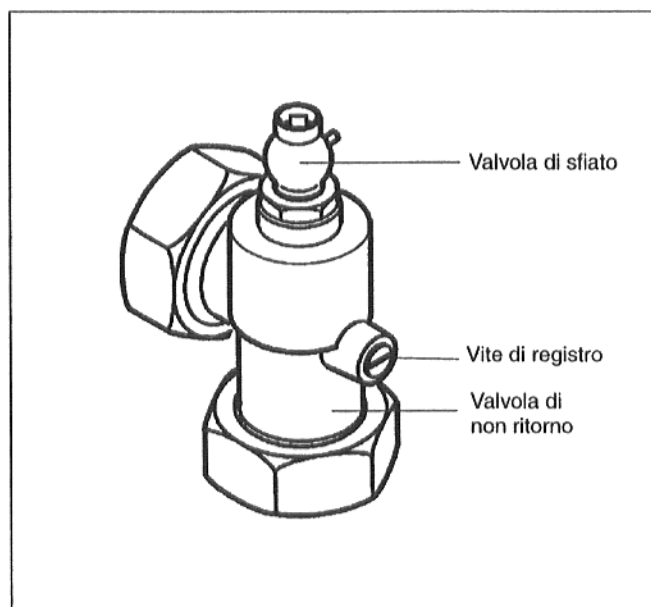

Fig. 11 Valvola di non ritorno con valvola di sfiato
- Portare in posizione verticale (sempre aperta) l'intaglio della vite di registro della valvola di non ritorno (Fig. 11).
- Aprire la valvola di sfiato (Fig. 11).